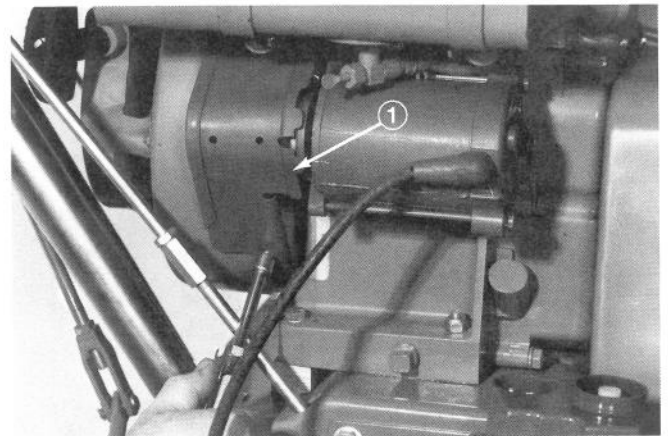

Figure 3
3. Posez le couvercle au-dessus du côté engrenage Bendix du moteur du démarreur et fixez-le à l'aide de deux vis auto-taraudeuses (fig. 3).